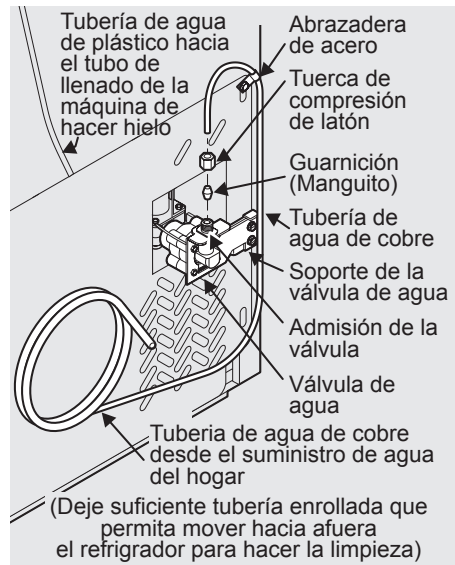

Figura 1
- 2 Coloque las tapas de extremo de la manija del congelador sobre los pernos (A) superiores e inferiores previamente instalados en la puerta asegurándose de que los agujeros de los tornillos de fijación queden orientados hacia la puerta del refrigerador. (Vea la figura 1).
- 3 Mientras sostiene la manija firmemente contra la puerta, apriete los tornillos de fijación superiores e inferiores tipo "Allen" (B) con la llave tipo "Allen" proporcionada. (Vea la figura 1).
suministro de agua. Encaje la tubería de suministro de agua en el grifo (6,4 mm). Deslice el casquillo (manguito) en la toma del grifo y apriete la tuerca de compresión en el grifo de forma manual. Luego utilice una llave para darle otra media vuelta, pero SIN apretarla en exceso. Consulte la Figura 1.